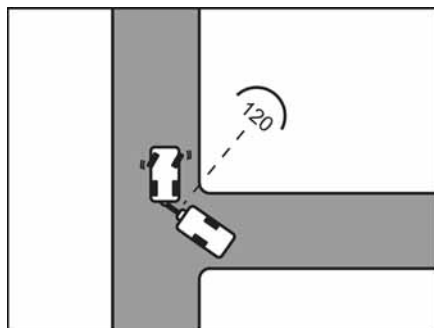

Fig. 12 Recorrido
- Detenerse una vez que se haya alcanzado un ángulo de aprox. 120° entre los vehículos (Fig. 12).